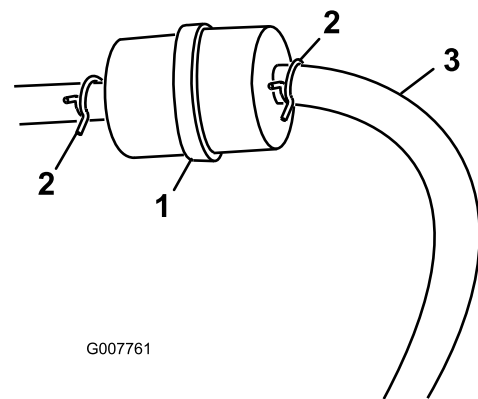

Figure 29
3. Pincez les extrémités des colliers et éloignez les colliers du filtre (Figure 29).
5. Posez un filtre neuf et rapprochez les colliers de fixation du filtre (Figure 29).
3. Desserrez le collier de serrage au niveau du filtre à carburant et éloignez-le du filtre en le poussant le long de la conduite d'alimentation (Figure 29).
4. Débranchez les conduites d'alimentation du filtre à carburant (Figure 29).
Remarque: Laissez l'essence s'écouler dans un bidon ou un bac de vidange (Figure 29).
5. Raccordez la conduite d'alimentation au filtre. Rapprochez le collier de serrage du filtre pour fixer la conduite d'alimentation (Figure 29).